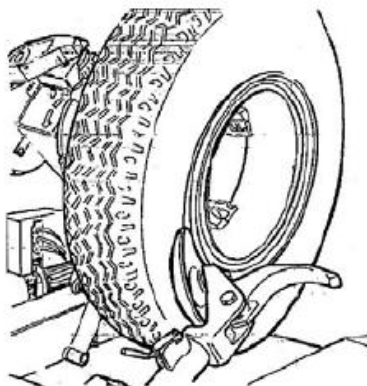

Рис. 7.19
- 7) Установить бортовое кольцо на обод колеса и блокировочное кольцо с помощью диска приспособления, как показано на рис. 7.19.
- 9) Установить блокировочное кольцо на обод колеса с помощью диска отрыва борта, как показано на рис. 7.19.